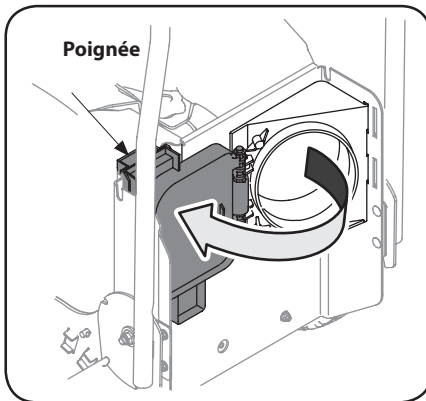

Figure 2-6
- b. Ouvrez le couvercle d'éjection arrière à l'aide de la poignée du couvercle. Voir Figure 2-6.